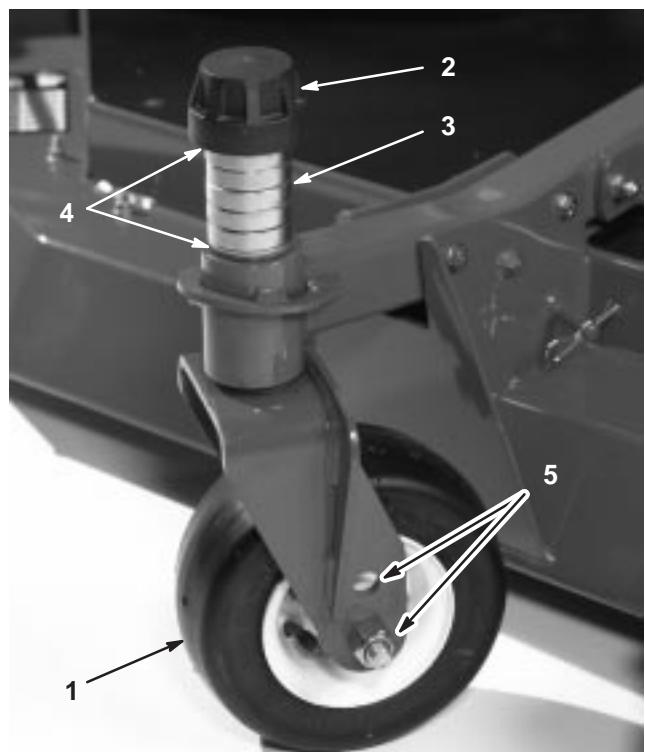

Figure 10
3. Enlevez le chapeau de tension de l'axe de pivot (Fig. 10) et sortez l'axe du bras pivotant. Replacez les 2 cales (3 mm) sur l'axe de pivot comme à l'origine. Elles sont requises pour que les plateaux de coupe soient parfaitement de niveau sur toute la largeur. Placez le nombre requis d'entretoises de 1,25 mm (voir la table ci-dessous) sur l'axe de pivot pour obtenir la hauteur de coupe voulue, puis ajoutez la rondelle.